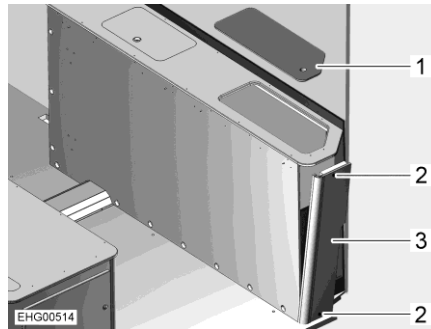

Bild 117 Sänglåda höger
- Ta av servicelucka (Bild 117,1).
- Skruva ur 2 skruvar (Bild 117,2).
- Ta tag i sänglådan uppifrån och tryck sidoplåten (Bild 117,3) lätt utåt.